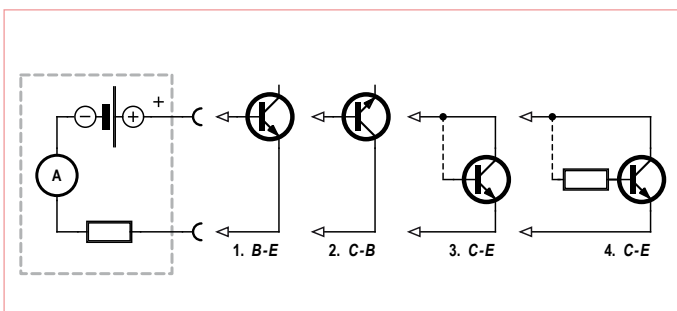

Figure 8. Des mesures sous toutes les coutures.
Un simple ohmmètre permet de déterminer le type et l'état d'un transistor. Même d'un transistor dont vous ignorez tout, il vous permettra de deviner le brochage. Trois mesures suffisent à faire passer à un transistor une visite médicale complète. Commencez par mesurer les diodes base-émetteur et base-collecteur (voir **encadré** : Structure et fonctionnement du transistor). Vous pourrez déjà distinguer un silicium d'un germanium et déceler la présence d'éventuels courts-circuits (**figure 8**, schémas 1 et 2). Mesurez ensuite la résistance entre l'émetteur et le collecteur, avec et sans courant de base (3). Base ouverte, un transistor intact ne laissera circuler aucun courant et présentera donc une résistance infinie. S'il existe un court-circuit entre base et collecteur, l'intensité mesurée sera légèrement supérieure à celle de la seule diode base-émetteur.